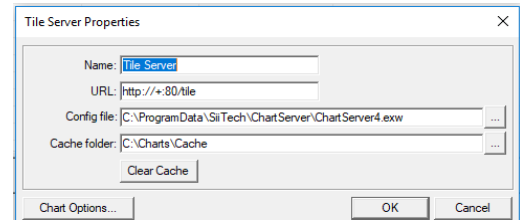

Figura 75: Propiedades del servidor de mosaicos
2. Abra el software ChartServer. Haga clic en el menú EDITAR y seleccione "Nuevo servidor de mosaicos" (Figura 75).